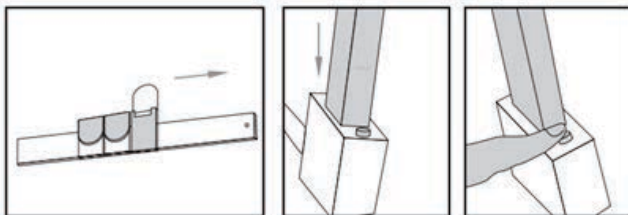

Рис. 2
2. Выньте опорную планку, далее вставьте ее в правое отверстие основания, затем зафиксируйте ее (Рис. 2).